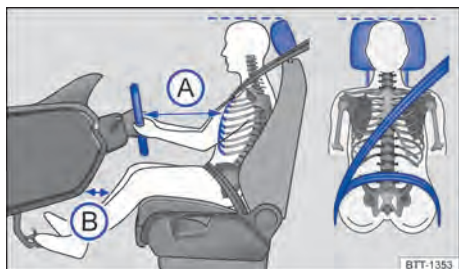

Fig. 23 Distância correta do condutor em relação ao volante, posição correta do cadoço do cinto de segurança e ajuste correto do apoio para cabeça.
- Ajustar o banco do condutor na direção longitudinal de modo que os pedais possam ser acionados com as pernas ligeiramente arqueadas e a distância para o painel de instrumentos na área do joelho seja de, no mínimo, 10 cm → Fig. 23 (B).
- Ajustar o banco de modo que a distância entre o volante e o tórax tenha no mínimo 25 cm → Fig. 23 (A) e que o condutor possa segurar o volante pela borda externa com as duas mãos e os braços ligeiramente flexionados.
- Ajustar o apoio para cabeça de modo que a sua borda superior se encontre preferencialmente na mesma linha da parte superior da cabeça → Fig. 23 – porém não abaixo da altura dos olhos. Posicionar a parte posterior da cabeça o mais perto possível do apoio para cabeça.